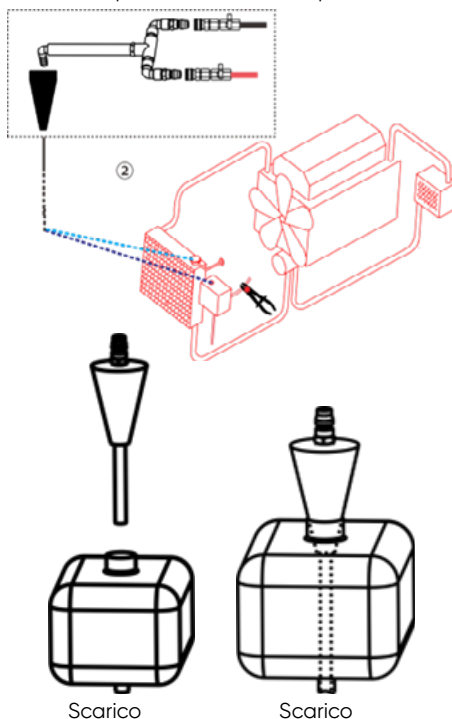

Fig 5.
2. Selezionare l'adattatore a Y e l'adattatore conico adatti allo scopo di sigillare. Collegare il tubo del fluido nuovo (rosso) e il tubo del fluido usato (trasparente) all'adattatore a Y. Assicurarsi che: a) Il tubo di inserimento profondo sia sufficientemente lungo da potersi immergere nel tubo inferiore del serbatoio di compensazione b) L'adattatore conico faccia una buona tenuta con il serbatoio di compensazione; (Fig. 5).